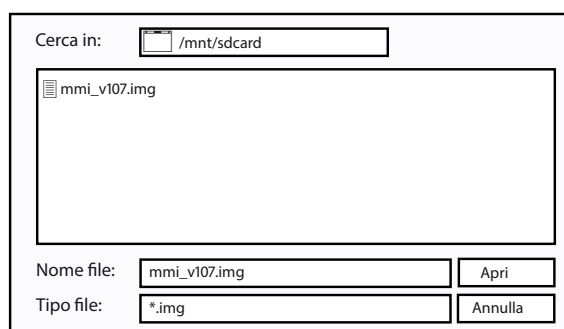

Figura 35: finestra di dialogo per l'apertura di file
- ☞ Successivamente viene visualizzato il campo dialogo di apertura dei file (figura 35).